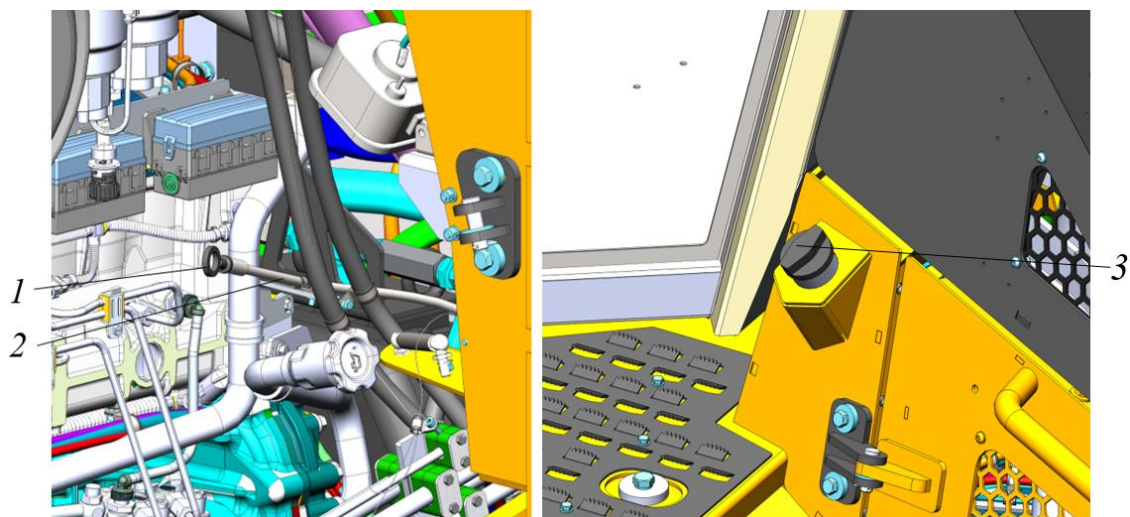

Рисунок 5.112. Процедура заправки раздаточной коробки
- ▶ Снять крышку маслоналивной горловины 4, рис. 5.112.
- ▶ Уровень залитого масла проконтролировать по масляному щупу 1, рис. 5.112.